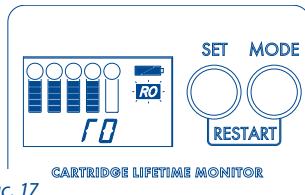

Рис. 17
f. Если режим RO нужно выключить, войдите в режим установки режима RO (начиная с пункта a.) и последовательными нажатиями кнопки SET установите режим, при котором номера ступеней не будут показаны, а значок режима RO будет продолжать мигать. Нажмите MODE — появится надпись End. Нажмите SET — настройка будет зафиксирована (Рис. 17).